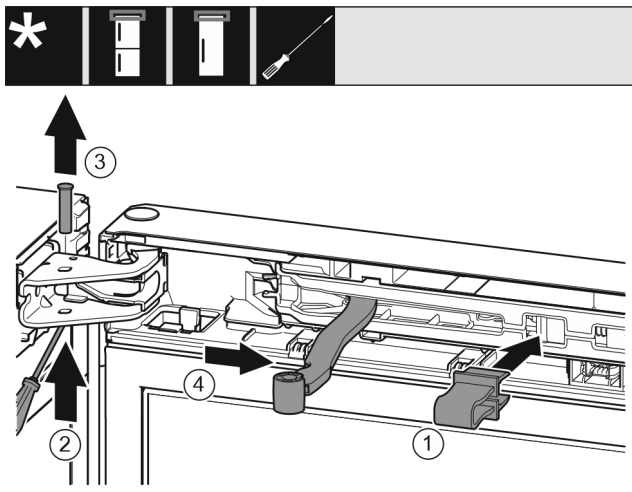

Fig. 9
- ▶ Tryck fast spärren i öppningen. Fig. 9 (1)
- ▶ Tryck ut bulten med en skruvmejsel. Fig. 9 (2)
- ▶ Dra ut bulten uppåt. Fig. 9 (3)
- ▶ Vrid leden mot dörren. Fig. 9 (4)